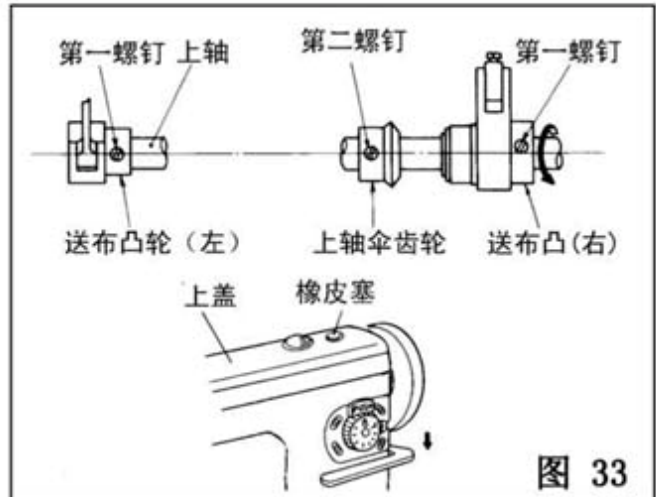

图 33
### 30、送布牙同步关系的调整（图 33）：
- 1) 送布凸轮（左）和送布凸轮（右）标准的位置关系如图 33 所示；